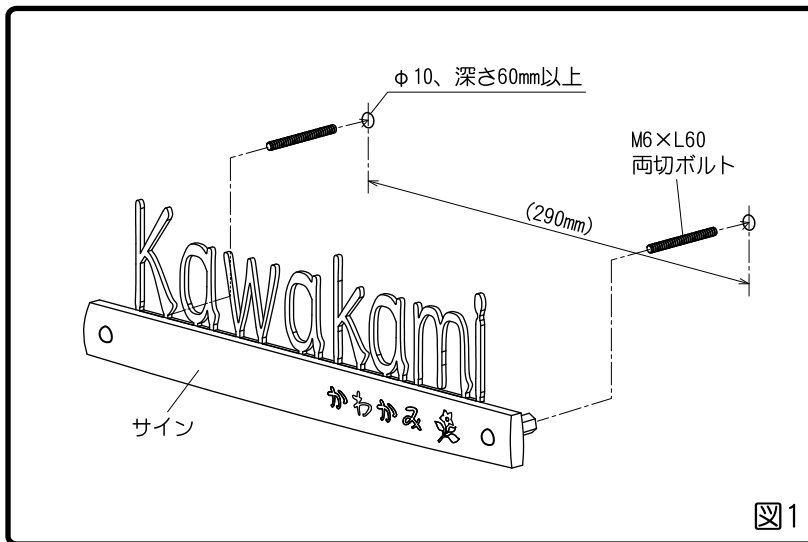

図1
- [1] サインを取り付ける位置を決定し、穴加工位置を壁面にけがきます。(図1)